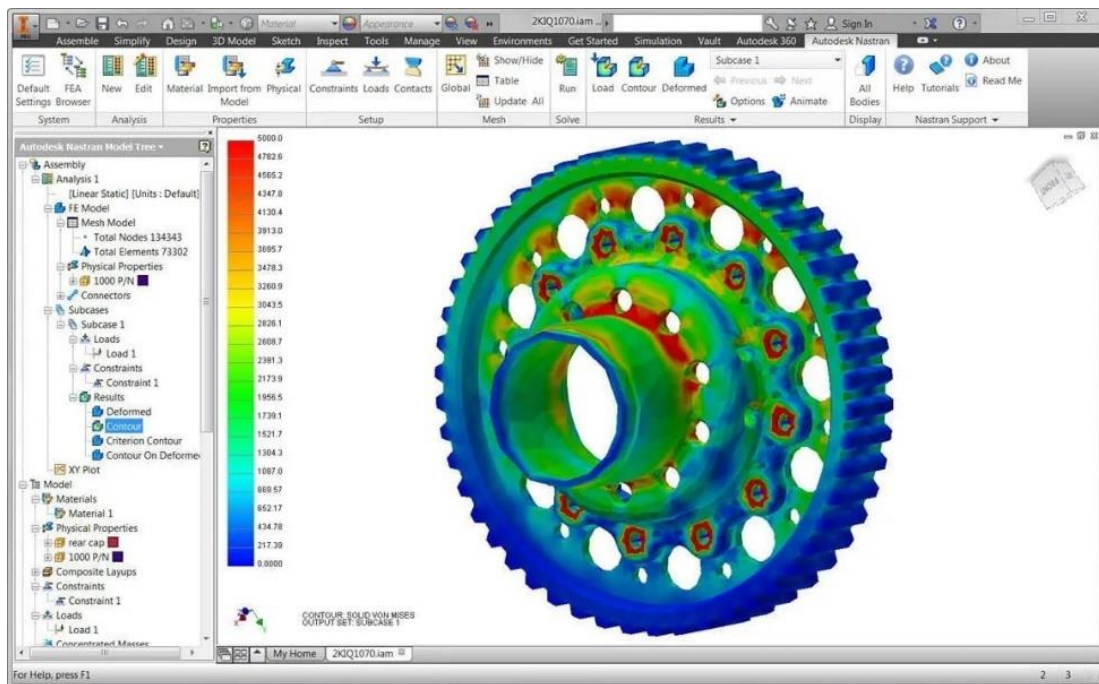

Рисунок 1.5 – Аналіз конструкції з використанням САЕ
**3. Аналіз і оптимізація.** Моделі, створені у CAD, піддаються різним видам аналізу, зокрема структурному, тепловому, аерогідродинамічному тощо. Інтеграція з CAE (Computer-Aided Engineering) дозволяє перевіряти міцність конструкцій, аналізувати потоки рідини чи повітря та визначати оптимальні параметри роботи (рис. 1.5).